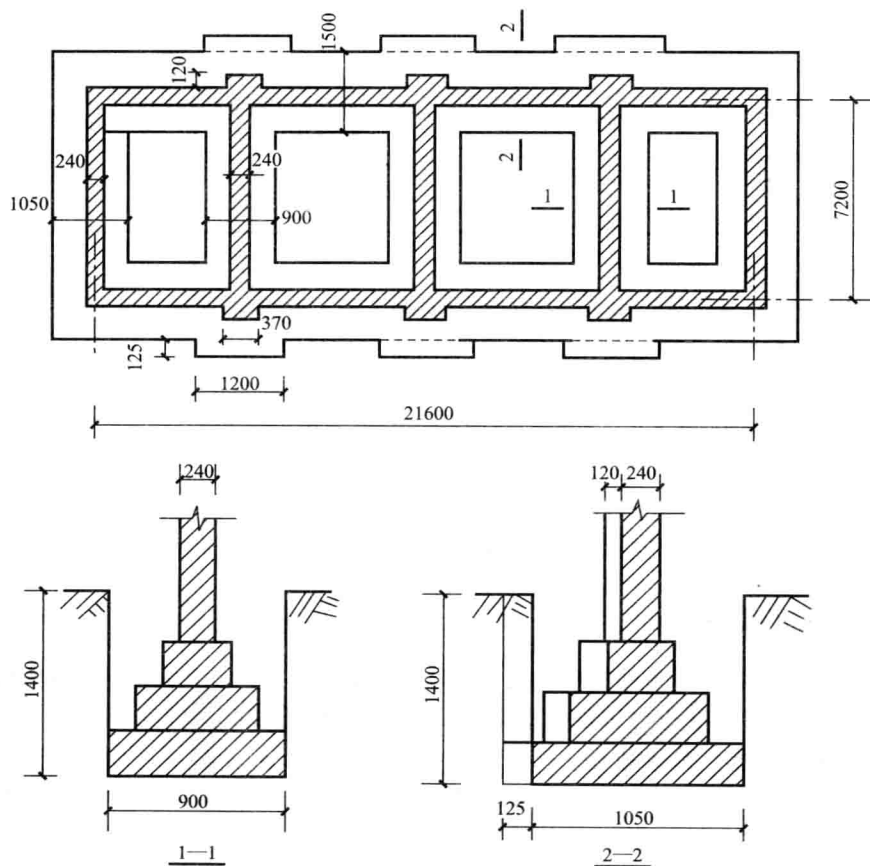

图 1-2 挖地槽工程量计算示意图
**【例 1-3】** 某地槽开挖如图 1-2 所示，不放坡，不设工作面，试计算其工程量。